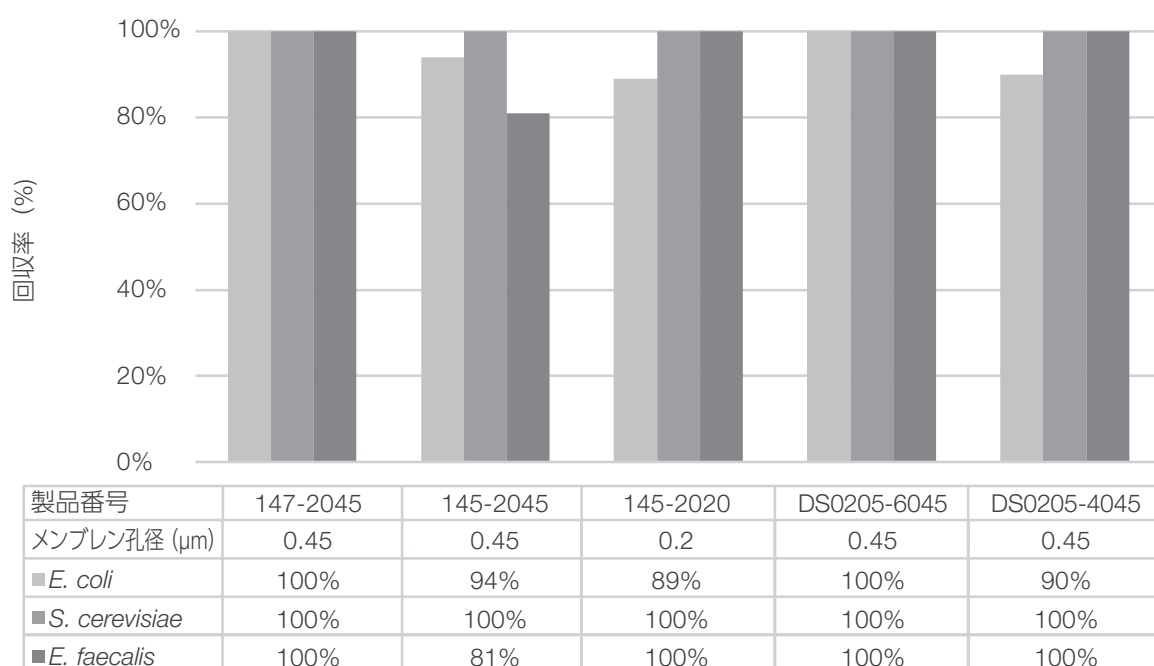

図1. Nalgene分析テストフィルターロート (CN) とNalgene水質試験メンブレン (CN) の微生物回収率
Nalgene分析テストフィルターロート (CN) とNalgene水質試験メンブレン (CN) の微生物回収率を図1に示します。
*Saccharomyces cerevisiae*の回収率は全てのメンブレンフィルターで100%でした。*Escherichia coli*は89~100%、*Enterococcus faecalis*は81~100%であり、使用したメンブレンにより回収率が異なりました。ISO 7704:1985規格ではコントロールプレートと比べて80%以上のコロニー数が得られるメンブレンフィルターを合格としていることより、これらのNalgene分析テストフィルターロート (CN) とNalgene水質試験メンブレン (CN) のメンブレンフィルターはISO 7704:1985規格に適合していることが確認できました。